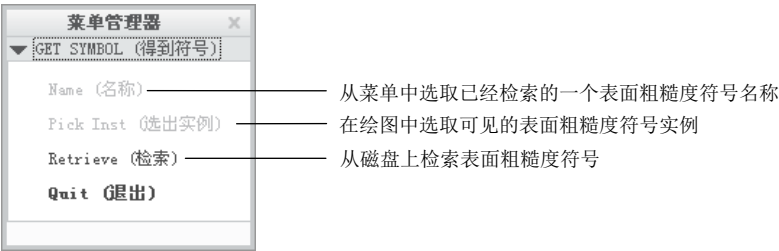

图 6.8.2 “得到符号”菜单
(1) 从弹出的图 6.8.2 所示的 **GET SYMBOL (得到符号)** 菜单中选择 **Retrieve (检索)** 命令。